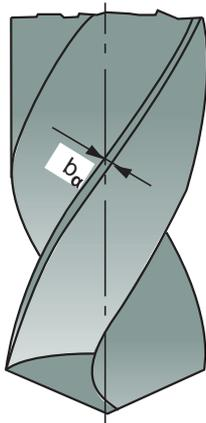
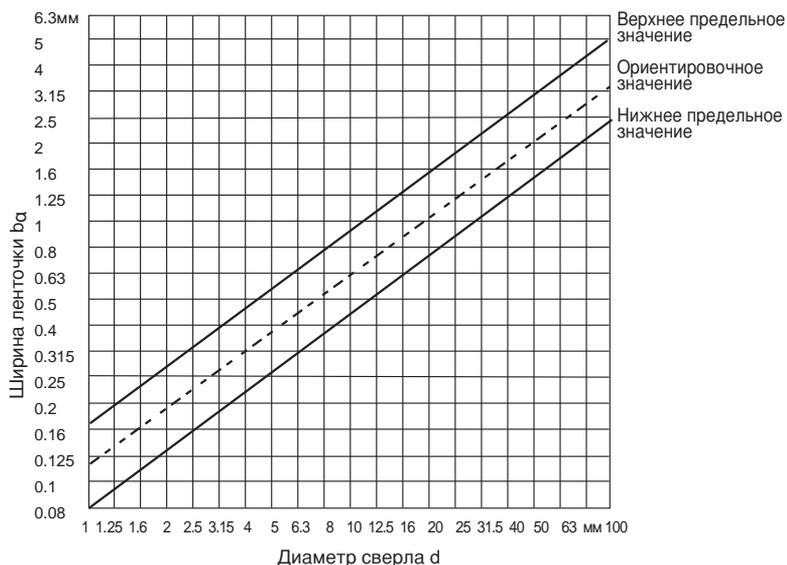

Рис.3. Ширина ленточки  $b_{\alpha}$
Рис.4. Ширина ленточки  $b_{\alpha}$
**Испытательное значение:** Ширина ленточки (Рис. 3) должна находиться в пределах, указанных на Рис. 4.